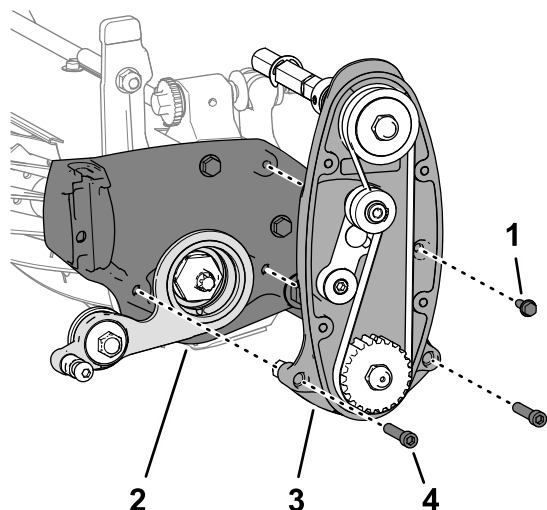

Figure 17
1. Alignez la poulie de tension sur l'unité de coupe, comme illustré Figure 17.
2. Montez la poulie de tension et l'entraînement de cylindre sur l'unité de coupe (Figure 17) à l'aide des 2 vis à tête creuse (5/16" x 1 1/2") et contre-écrous (5/16") que vous avez retirés à la section 4 Dépose de l'entraînement du cylindre \(page 5\).
3. Montez l'entraînement du cylindre sur l'unité de coupe (Figure 17) à l'aide des 6 vis à embase (1/4" x 3/8").